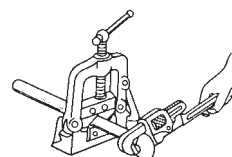
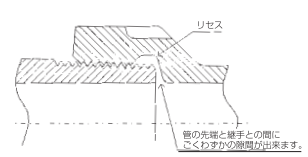

図3 パイプレンチの使用法
図4 ねじ接合部
- ①継手をパイプに手で固くなるまでにねじ込みます。手締めの山数の目安を表3に示します。
- ②手締め後、必ずパイプ径に適した大きさのパイプレンチを使用し、はずれないように継手の端部を確実につかみます。（図3参照）
- ③継手やパイプを適正なトルク（表3）でねじ込みます。この際パイプレンチはやや水平位置から下方にねじ込むと効果的です。ただし、無理にねじ込んだり、ねじ切り機を使つてのねじ込みは絶対にしないでください。ねじ接合部にカジリ、焼付きが発生し漏れの原因になります。
- ④手締め後のねじ込み山数の目安と、標準締め付けトルクを表3に示します。ねじ込み式排水管継手の場合は、標準締め付けトルクを目安とした締め付けにより、管端部と継手リセスとの間にわずかな隙間が出来るようにねじ込みます。（図4参照）